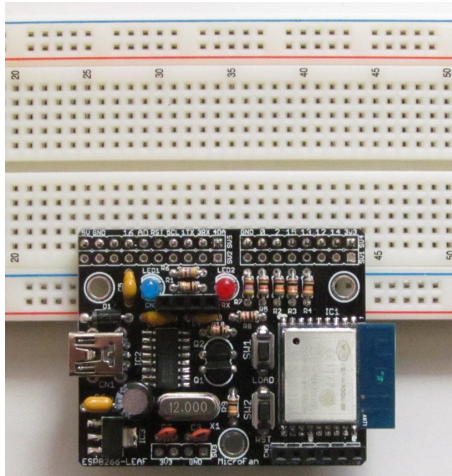

図 1.8 ブレッドボードへの接続
- 拡張回路の開発などの際に試行錯誤をする場合には、基板の端に用意されている端子部分にヘッダーピンをはんだ付けし、図 1.8 に示すように ESP8266-LEAF をブレッドボードに接続して試作を行うことができます。